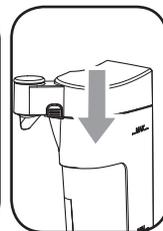

Fig.3
- 3- Puneți la loc capacul recipientului și asigurați-vă că acesta este așezat corect (Fig.3).